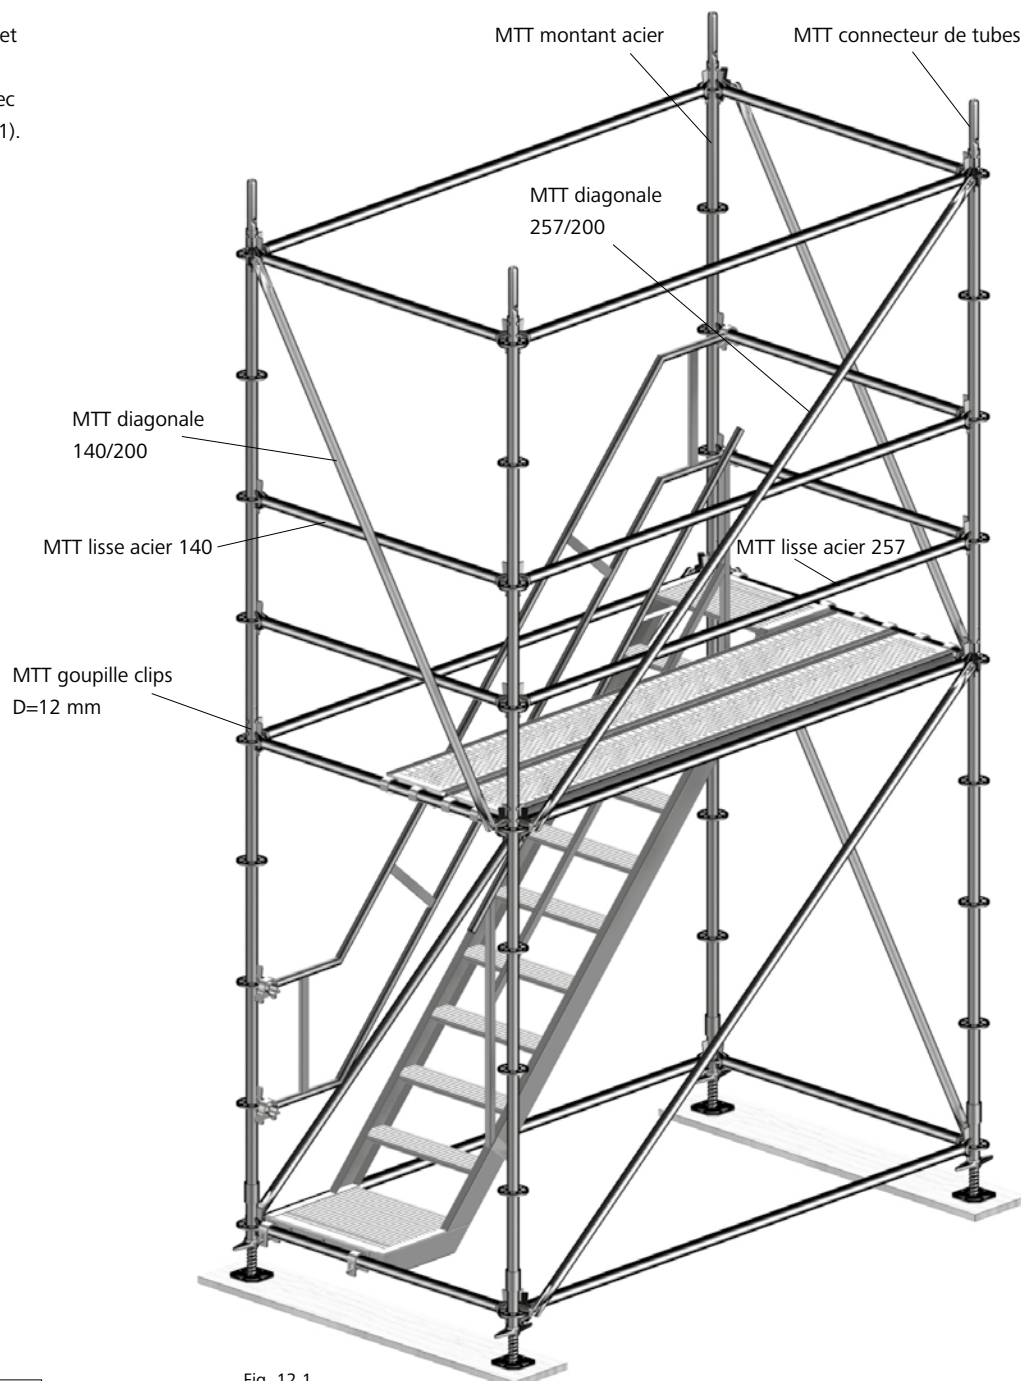

Fig. 12.1
22. Contreventer le cadre avec des diagonales MTT (Fig. 12.1).